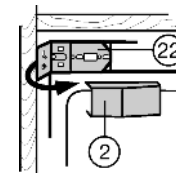

Fig. 17
- ▶ Rabattre l'élément latéral de l'équerre de fixation Fig. 17 (22).
- ▶ Remettre le cache Fig. 17 (2) en place en le glissant.
- ▶ Obturer tous les orifices avec les bouchons Fig. 17 (30,5).